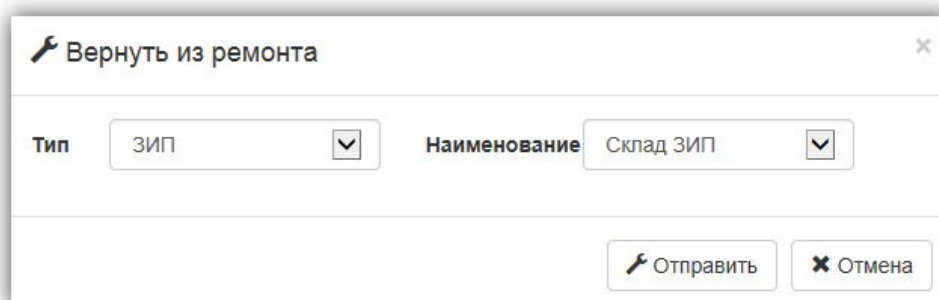

Рис. 7-10 – Диалоговое окно «Вернуть из ремонта»
- 2) В открывшемся диалоговом окне «Вернуть из ремонта» указать тип организации («ЗИП» или «доп. имущество») и ее наименование (рис. 7-10).